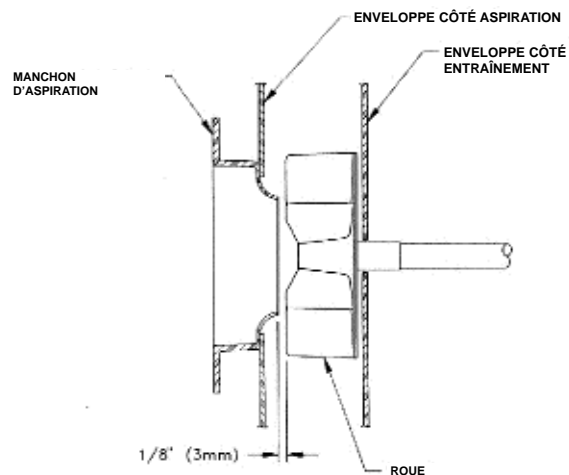

Figure 3
6. Pour installer un nouvelle assemblage roue/arbre installer l'arbre dans les paliers mais ne pas serrer les vis de calage. Positionner l'assemblage roue/arbre en respectant les dégagements exacts mentionnés dans la Figure 3 et le Tableau 2. Une fois que l'assemblage roue/arbre est correctement aligné dans l'enveloppe, serrer les vis de calage des paliers.